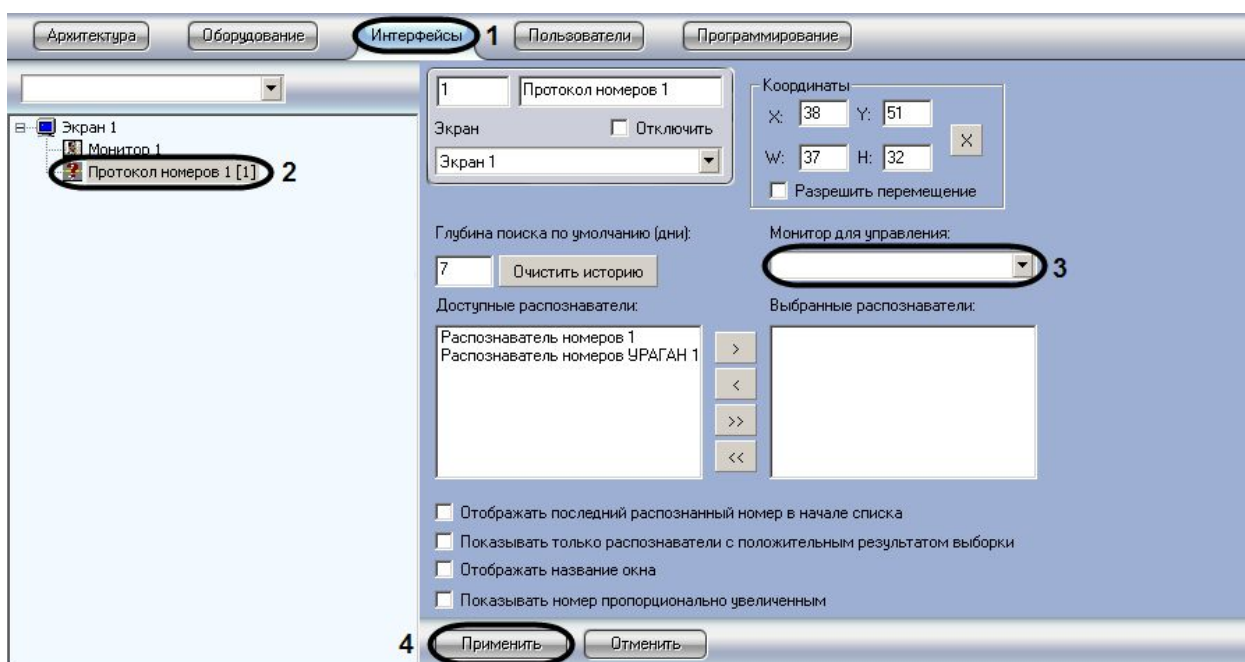

Рис. 7.7.5-1 Выбор Монитора видеонаблюдения для воспроизведения видеoarхива
1. Перейти на вкладку «Интерфейсы» диалогового окна «Настройка системы» (см. Рис. 7.7.5-1, 1).
2. Выбрать в дереве объект «Протокол номеров» (см. Рис. 7.7.5-1, 2).
3. Выбрать значение из списка в поле «Монитор для управления» (см. Рис. 7.7.5-1, 3).
4. Нажать кнопку «Применить» для сохранения настроек (см. Рис. 7.7.5-1, 4).